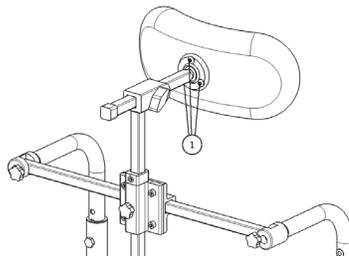

Fig. 42
- Istanzaione del poggiatesta nel perno a sfera e stringete le tre viti (1) (Fig. 42).